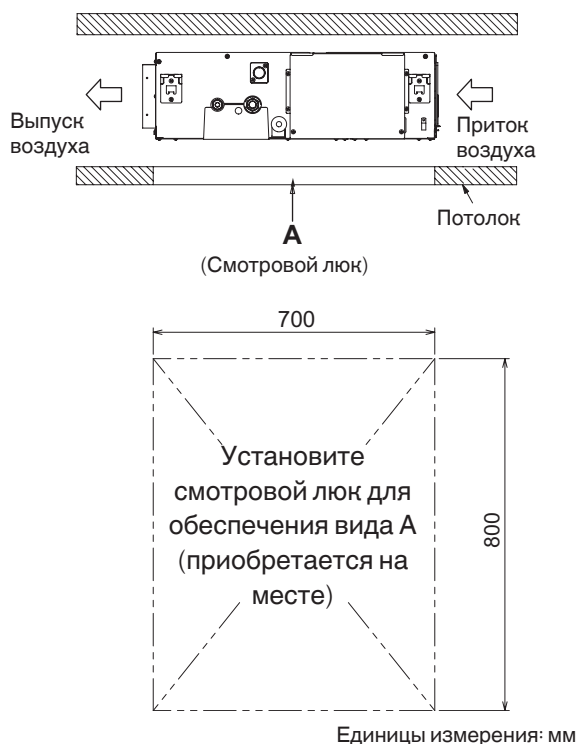

Рис. 3-3
- (1) Проверьте соотношения положений между блоком и подвесными болтами. (Рис. 3-3)